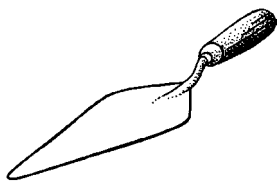

Рис. 1.9. Кельма каменщика
- Кельма каменщика (рис. 1.9). Выпускается множество образцов кельм, каждый каменщик выбирает по своему вкусу.